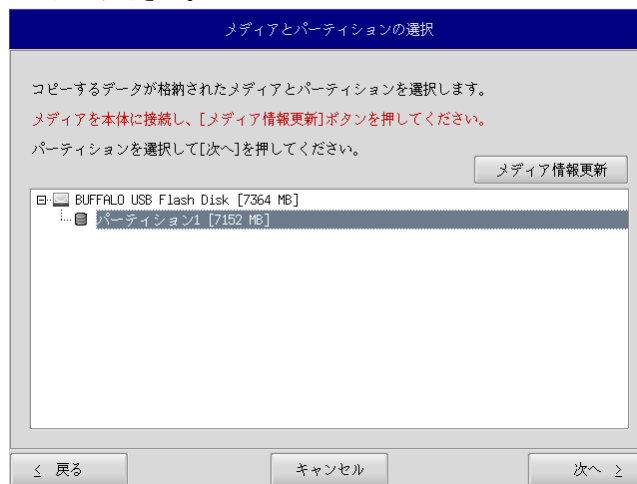

図 6-4-2. メディアとパーティション選択画面
- ⑥ メディアとパーティション選択画面（図 6-4-2）が表示されます。本体にメディアを接続し、[メディア情報更新]ボタンを押してください。バックアップファイルが保存されているメディアのパーティションを選択し、[次へ]ボタンを押します。メディアの認識には少し時間がかかります。メディアを接続してすぐに[メディア情報更新]ボタンを押すと、目的のメディア情報が現れないことがあります。この場合は、1分程度待つて再度、[メディア情報更新]ボタンを押してみてください。